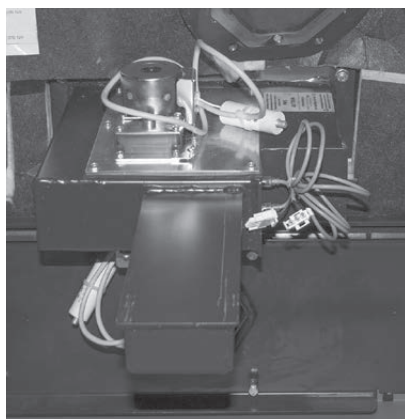

Fig. 24 Avvitare la rimozione ceneri
- ▶ Avvitare saldamente la rimozione ceneri con 4 dadi flangiati M8 – Fig. 24.